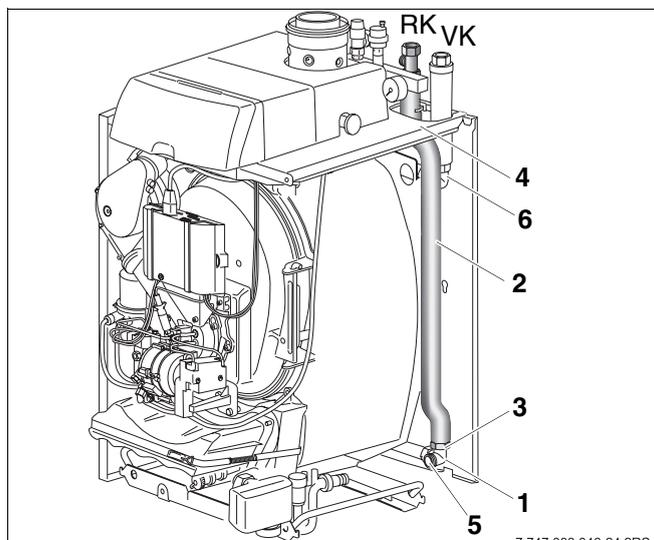

Bild 11 Rücklaufrohr bei Heizkessel ohne Speicher-Wassererwärmer montieren
- Prüfen Sie ob beim Vor- und Rücklauf-Winkelverteiler (siehe Bild 11, Seite 11), die Kappen an den freien Anschlüssen montiert sind, wenn Sie keinen Speicher-Wassererwärmer S135 oder S160 unter dem SB105 montieren.
- Kappe (Bild 11, **Pos. 5**) mit eingelegter Dichtung an der Seite vom Rücklauf-Winkelverteiler (Bild 11, **Pos. 1**) anschrauben.
- Rücklaufrohr Heizkreis (Bild 11, **Pos. 2**) mit T-Stück von unten durch den Ausschnitt der Kesselhaube (Bild 11, **Pos. 4**) führen.
- Rücklaufrohr Heizkreis (Bild 11, **Pos. 2**) mit Dichtung $\varnothing 24 \times 30,5 \times 2$ an den oberen Anschluss des Rücklauf-Winkelverteilers (Bild 11, **Pos. 1**) handfest anschrauben.